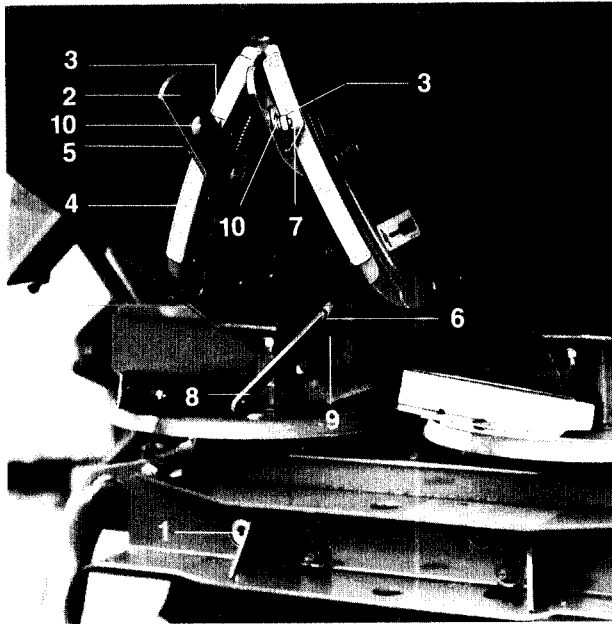

Fig. 9.2
**Si cela n'est pas le cas (l'ouverture obtenue est trop petite ou trop grande), ajuster comme suit l'index du levier de réglage (fig. 9.2/7).**
- Introduire la jauge dans l'ouverture et la maintenir serrée à l'arrière de la tôle de guidage (fig. 9.2/9) au moyen de la poignée (fig. 9.2/8).
- Déplacer le levier de réglage (fig. 9.2/2) en direction de la trappe d'alimentation et le bloquer au moyen de l'écrou papillon (fig. 9.2/5).
- Desserrer la fixation de l'index (fig. 9.2/10).
- Placer l'arrête de lecture (fig. 9.2/3) de l'index sur la graduation "11" de l'échelle et bloquer l'index (fig. 9.2/7) dans cette position.